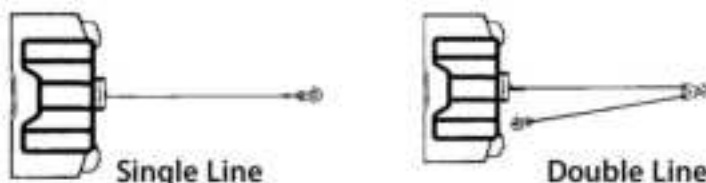

Figure 1.
1. La capacité de charge de travail maximale se situe sur la couche de câble métallique la plus proche du tambour. **NE PAS SURCHARGER. NE PAS ESSAYER DE TIRER PROLONGEMENT AVEC DE LOURDES CHARGES.** Les surcharges peuvent endommager le treuil et/ou le câble métallique et créer des conditions de fonctionnement dangereuses. **POUR LES CHARGES SUPÉRIEURES À LA DEMI-CAPACITÉ NOMINALE, NOUS RECOMMANDONS L'UTILISATION DU BLOC DE POULIE OPTIONNEL POUR DOUBLE LIGNER LE CÂBLE (Figure 1).** Cela réduit la charge sur le treuil et la tension sur le câble métallique de d'environ 50 %. Fixez le crochet à la -pièce porteuse. Le moteur du véhicule doit tourner pendant le fonctionnement du treuil. Si un treuillage important est effectué avec le moteur arrêté, la batterie peut être trop faible pour redémarrer le moteur.
Bien que l'attitude de montage soit à votre discrétion, n'oubliez jamais que votre treuil doit être utilisé avec le câble métallique dans une orientation sous-enroulée sur le tambour du câble métallique (Figure 1). Votre treuil est conçu pour ENTRER ET SORTIR la CORDE dans une seule direction. N'essayez pas d'inverser le fonctionnement de votre treuil.